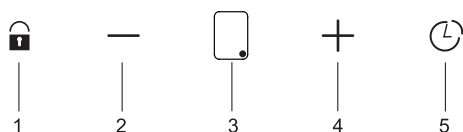

Abb. 9: Nachlaufautomatik ein-/aus-schalten
1. Drücken Sie die Timer Taste (Abb. 9/5).
2. Drücken Sie die Sensor-Taste nochmals (Abb. 9/5).